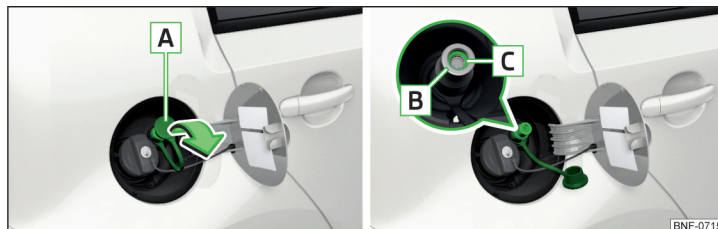

Bild 134 Påfyllningsrör för fordonsgas
- Ta bort locket **[A]** » bild 134 i pilens riktning och stick in tankstationens påfyllningskoppling i påfyllningsröret **[B]**.
- Kontrollera om tätningen **[C]** » bild 134 har fastnat i påfyllningsröret **[B]**. Om den har glidit ner på påfyllningskopplingen ska den sättas tillbaka i påfyllningsröret.